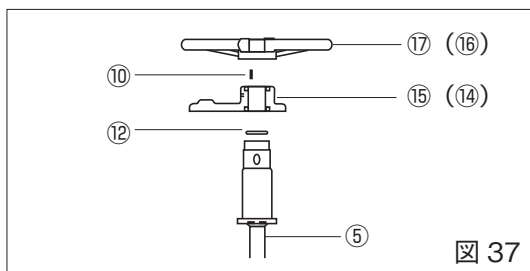

図 37
2. ハンドル⑰ (⑯) を駆動部台⑮ (⑭) より抜き取ることにより、一緒にキー⑩、弁棒⑤、スラストベアリング⑫が外れます。(図 37)